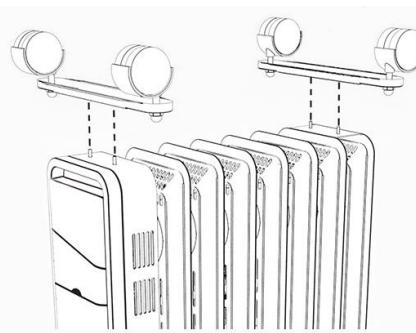

Fig.2
2. Breng de wieldelen tussen de eindribben aan. (Fig.2)